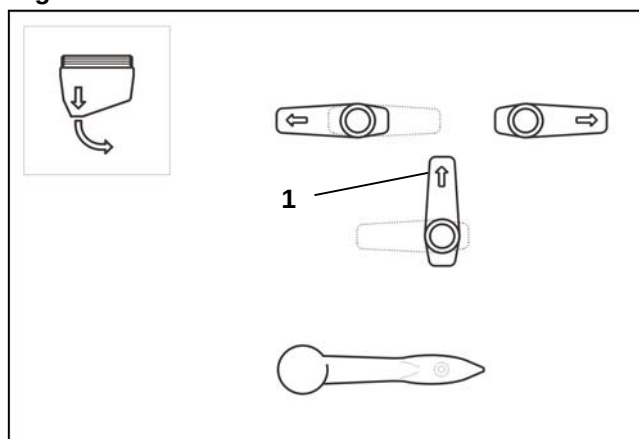

Fig. 7.10
- Omskifterhanen (fig. 7.10/1) indstilles som vist i fig. 7.10 og indholdet suges ud af kemikaliepåfyldningsbeholderen.
- Omskifterhanen (fig. 7.10/1) stilles tilbage som vist i fig. 7.10.